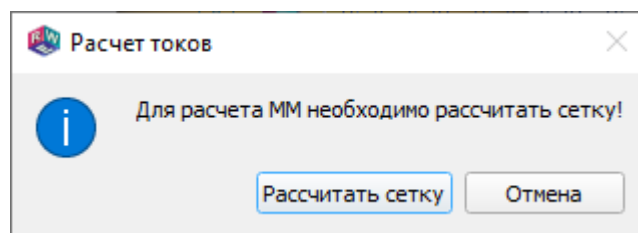

Рис. 112
14.2.2. Если сетка проекта не была рассчитана, будет выведено сообщение о необходимости ее расчета (рис. 112). После выполнения расчета сетки в папке проекта будет создан (или обновлен) файл <имя проекта>_task.sio.